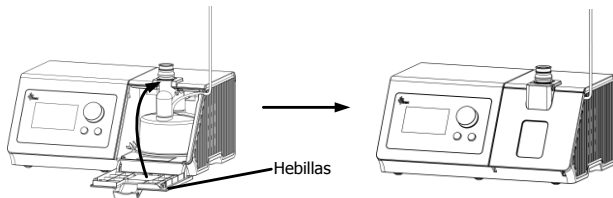

Fig. 11-9
(4) **Cerrar la tapa de la cámara de agua:** Cierre la tapa de la cámara de agua en la dirección indicada en la Fig. 11-9, y las hebillas de ambos lados de la tapa de la cámara de agua se pegarán en la ranura de la posición correspondiente del dispositivo.